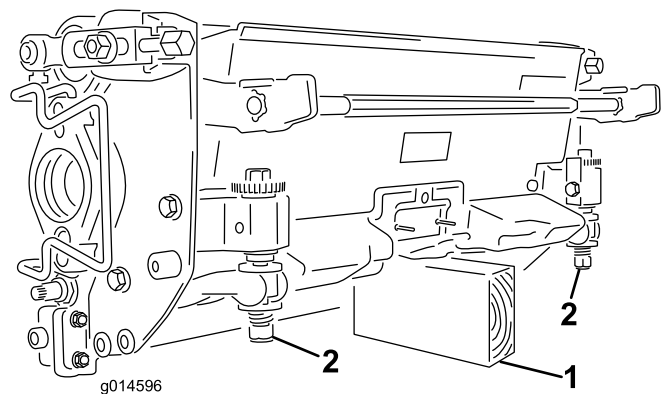

Figure 52
**Important:** Chaque fois que vous devez basculer l'unité de coupe, soutenez l'arrière pour empêcher les écrous situés sur les vis de réglage de la barre d'appui de reposer sur la surface de travail (Figure 52).